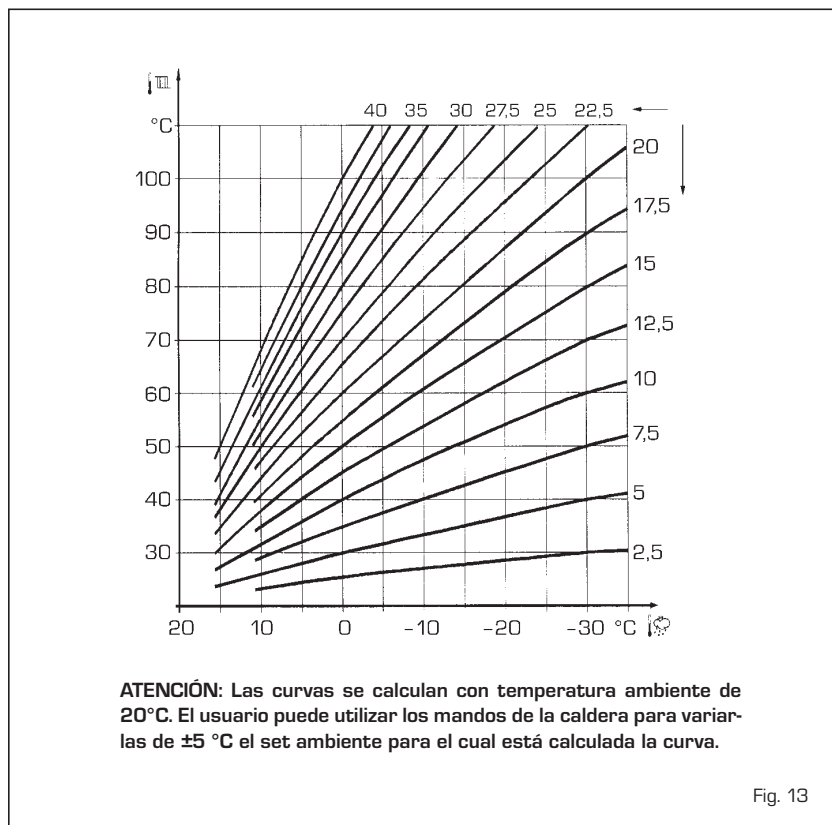

Fig. 13
3.4 SONDA EXTERNA CONECTADA (fig. 13)
Aumentando la pendiente representada por la curva de la fig. 13, se incrementa la temperatura de impulsión de la instalación conforme a la temperatura externa.